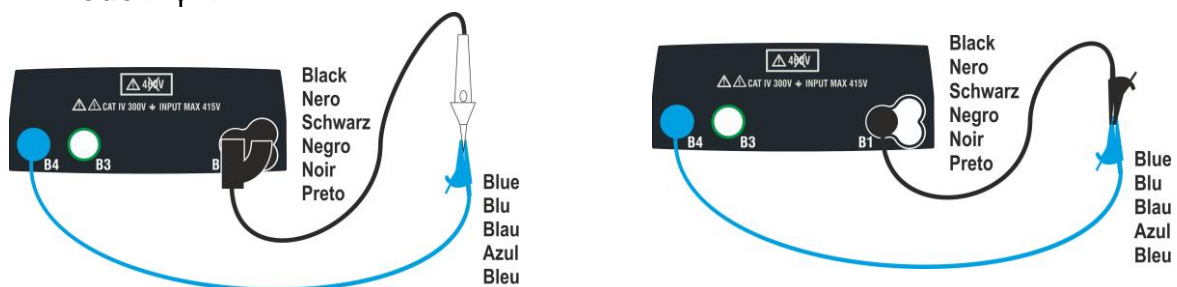

Fig. 12: Compensation de la résistance des câbles individuels et de l'embout à distance
- Connecter les pinces-crocodiles et/ou la ou les aiguilles-sondes au conducteur examiné conformément à Fig. 12.